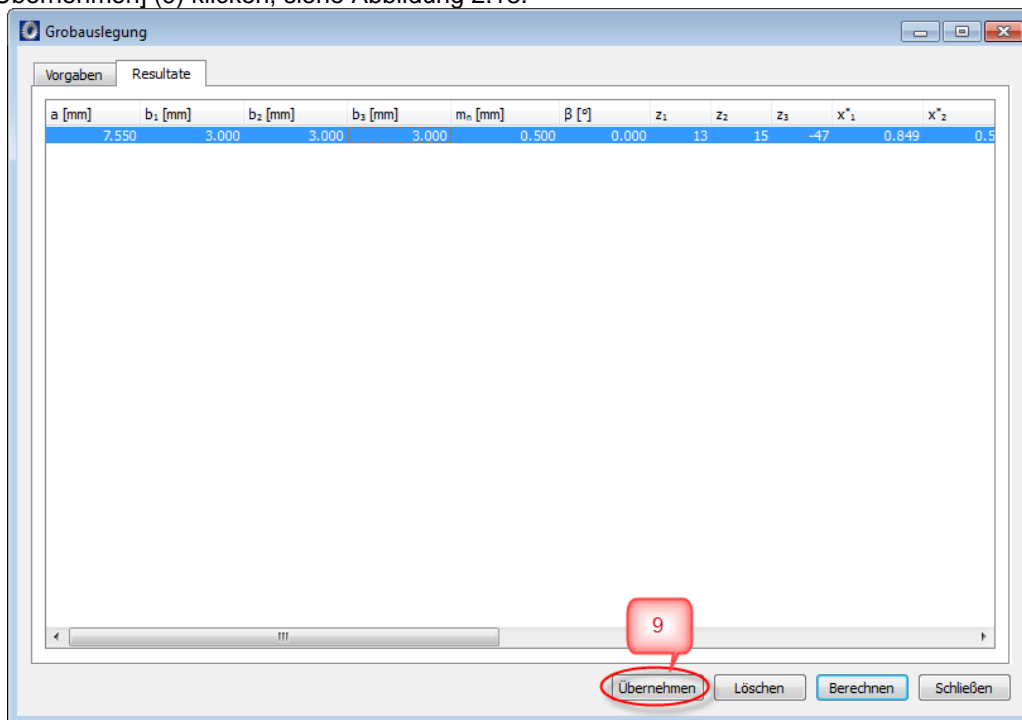

Abbildung 2.13 Resultat der Grobauslegung
Falls Sie zufrieden sind, gehen Sie zurück zum Dialog, indem Sie den Editor schließen und auf [Übernehmen] (9) klicken, siehe Abbildung 2.13.